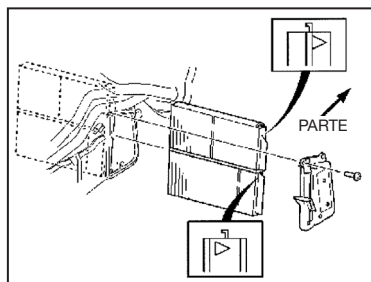

Figura 2
9. Retire los tornillos de contención de la cubierta del filtro de aire de cabina y la cubierta. (Ver Figura 2)